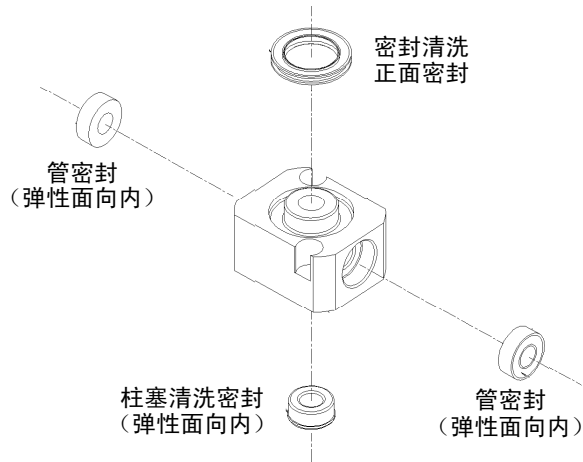

图 7-4 密封清洗装置密封
2. 使用密封移除工具的塑料端将柱塞清洗密封从其位置移除。对每一管密封重复此过程（图 7-4）。
3. 使用塑料钳移除密封清洗正面密封（图 7-4）。
5. 将新柱塞清洗密封放到密封插入工具上，弹性面背对密封插入工具（图 7-4），将工具尖端插入密封口，然后稳固推进以安装密封。对每一管密封重复此过程。
6. 通过用拇指将密封按入柱塞腔内来安装新密封（图 7-4）。